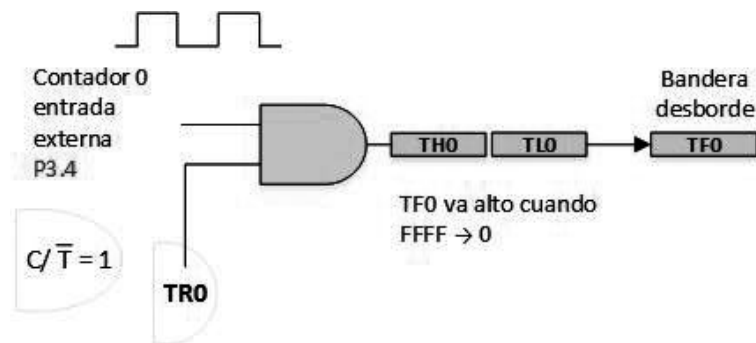

Figura 11.21: Contador0: Modo 1
- \* Contador 16-bits (TH0 y TL0) (Figura 11.21).